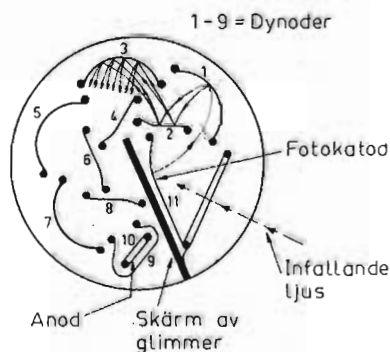
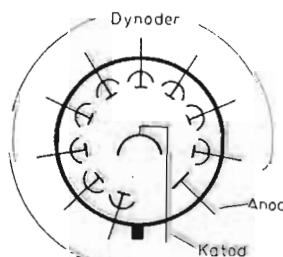

Fig. 16. Principen för fotoelektrisk elektronmultiplikator.
Fig. 17. Schemasymbolen för fotoelektrisk elektronmultiplikator.
Principen för dessa fotoelektriska elektronmultiplikatorer framgår av fig. 16, som visar elektroduppställningen i en fotocell av multiplikator-typ. I fotocellen ingår en ljuskänslig yta (11), en anod (10) och ett antal s.k. dynoder (1—9). Dynoderna utgöres av »metallskålar» belagda med ett ämne, som har hög sekundäremissionsförmåga. Då dynoderna träffas av elektroner, uppkommer därför sekundäremission, dvs. de infallande elektronerna frigör vid nedslaget ett antal nya elektroner. Symbolen för en fotocell av multiplikator-typ visas i fig. 17.
Verknings-sättet för denna typ av fotocell är följande (jfr fig. 16). När den ljuskänsliga